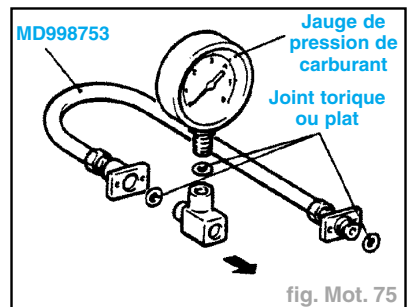

fig. Mot. 75
- Mettre une jauge de pression de carburant sur l'outil spécial, en plaçant un joint torique ou un joint entre l'outil spécial et l'extrémité de la jauge pour éviter toute fuite (fig. Mot. 75).